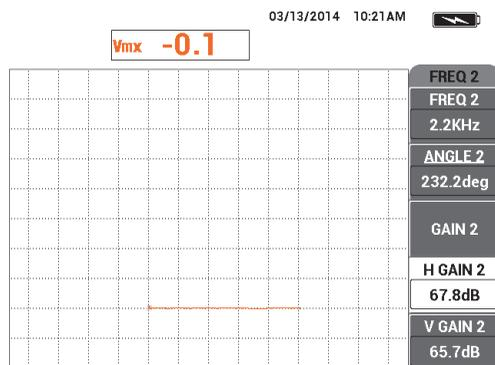

Figura 5-132 Regolazione del valore GUAD.O.2
31. Mantenendo premuta fermamente la sonda sul biglietto da visita, regolare **GUAD.O.2** (guadagno orizzontale 2) [tasto D] fino a quando il segnale combinato si estende circa 5 frazioni distanti dal punto zero (vedere Figura 5-132 a pagina 232).